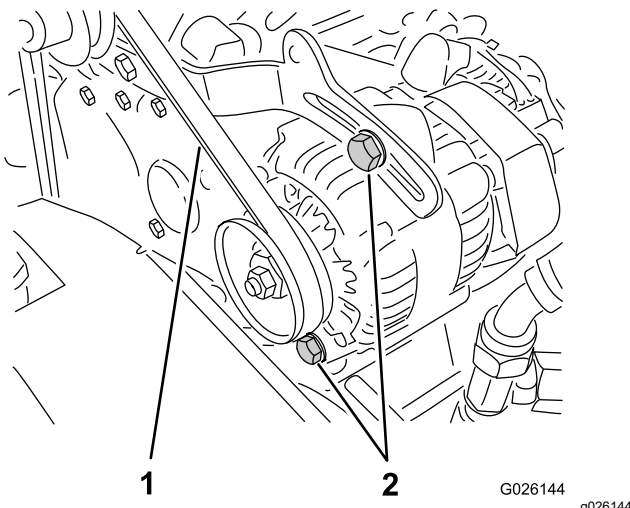

图 60
- 2. 使用 10kg 的力按压曲轴箱与交流发电机皮带轮之间的皮带中间位置检查皮带的张紧力图 60。
- A. 拧松 2 个交流发电机安装螺栓图 60。
- B. 使用撬棍转动交流发电机直至达到适当的皮带张紧力然后拧紧安装螺栓图 60。